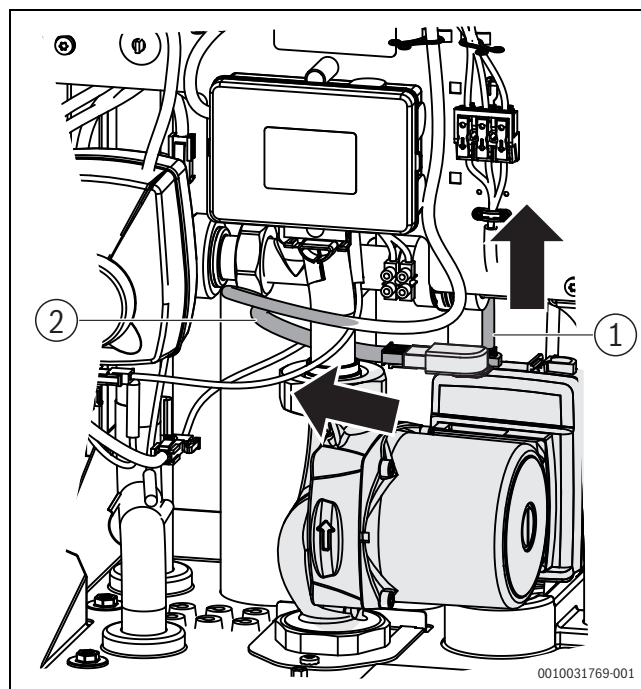

Fig. 38 Disinserimento della spina
- ▶ Staccare dal circolatore i 2 connettori (alimentazione elettrica e segnale) (→ fig. 38).